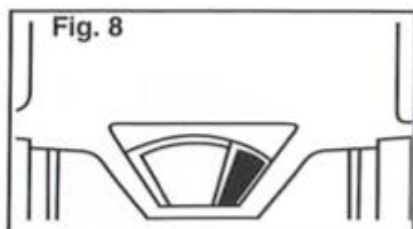

Fig. 8
1. DO NOT OVERFILL TANK. Empty when waste level indicator turns from **green** to **red** (Fig. 8). (Toilet without an indicator: open valve to check visually.)
1. NO LO LLENE DEMASIADO. Vacíelo cuando el indicador de nivel cambie de color **verde** a **rojo** (Fig. 8). (Inodoro sin indicador: abra la válvula para examinarla.)